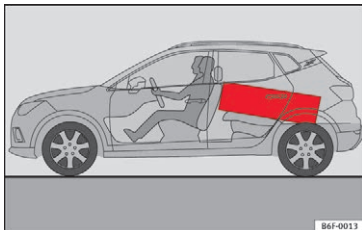

Fig. 162 Læg tunge ting så langt frem som muligt.
- Opbevar tung bagage så langt fremme i bagagerummet som muligt » **Fig. 162**.